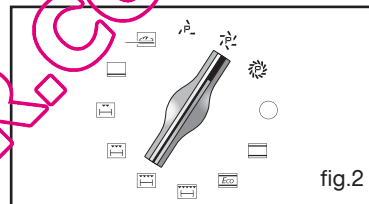

fig.2
Exemplo: 1 hora 45 (fig.2).
- Prima o botão + ou - para acertar a hora final desejada (fig.2).